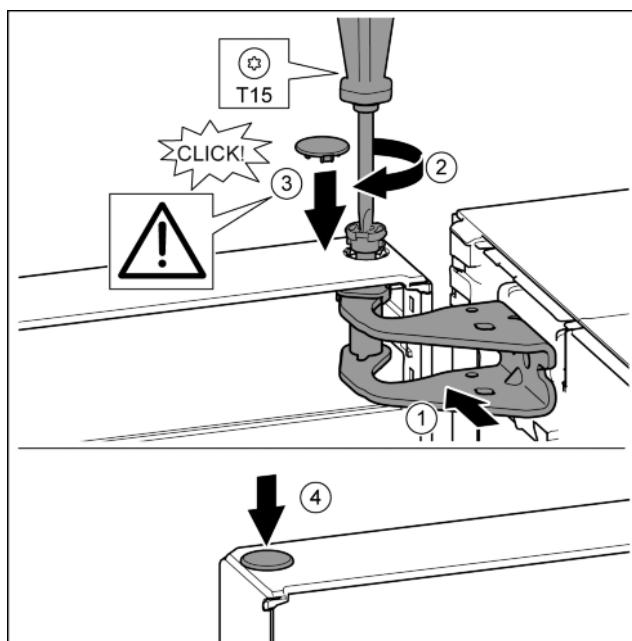

Fig. 21
- Регулирайте вратата горе спрямо отвора в лагерната стойка. Fig. 21 (1)
- Поставете болта и затегнете здраво с отвертка T15. Fig. 21 (2)
- Монтаж на предпазния капак за осигуряване на вратата: Поставете предпазния капак и проверете дали той е допрян до вратата. В противен случай поставете изцяло болта. Fig. 21 (3)
- Поставете тапата. Fig. 21 (4)